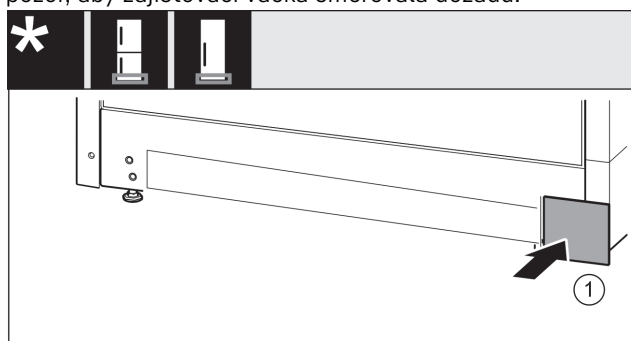

Fig. 49
- Kryt Fig. 49 (1) opět nasad'te na druhé straně.